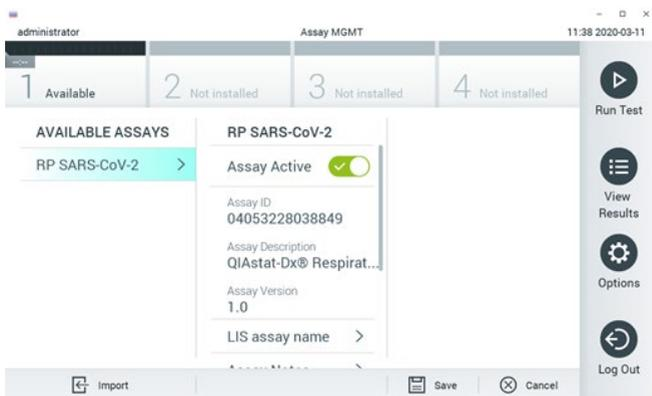

Abbildung 90. Aktivierung des Assays.
7. Der Assay wird aktiviert, wenn Sie die Option Assay Active (Assay aktiv) wählen (Abbildung 90).